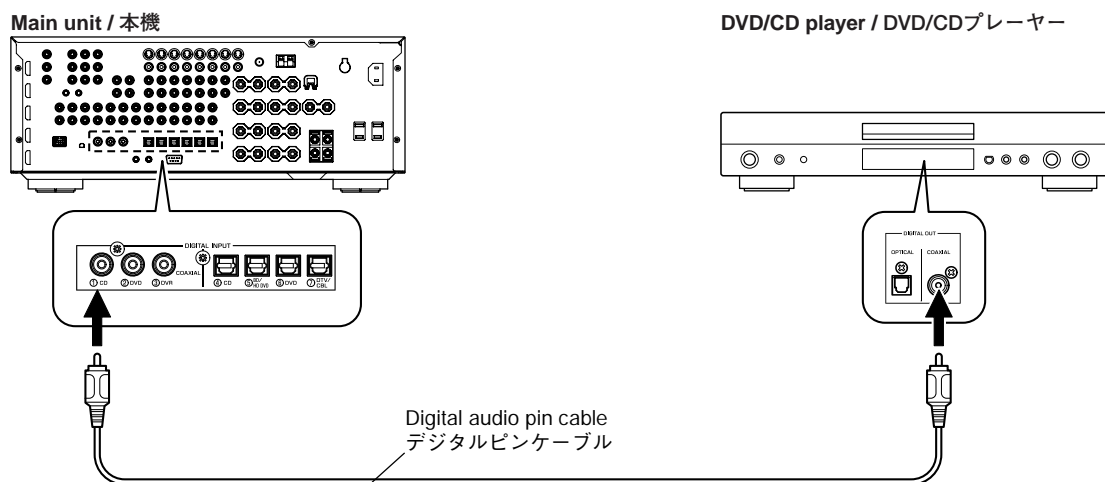

Fig. 1
- Connect the main unit and DVD/CD player as shown below. (Fig. 1)
- 1. 本機とDVD/CDプレーヤーを下記のように接続します。(Fig. 1)